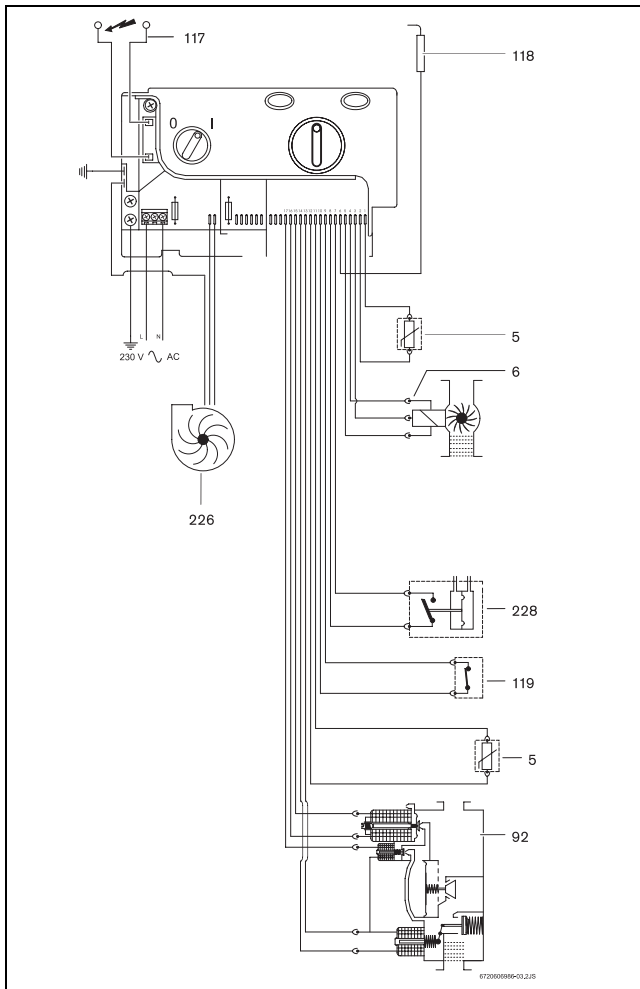
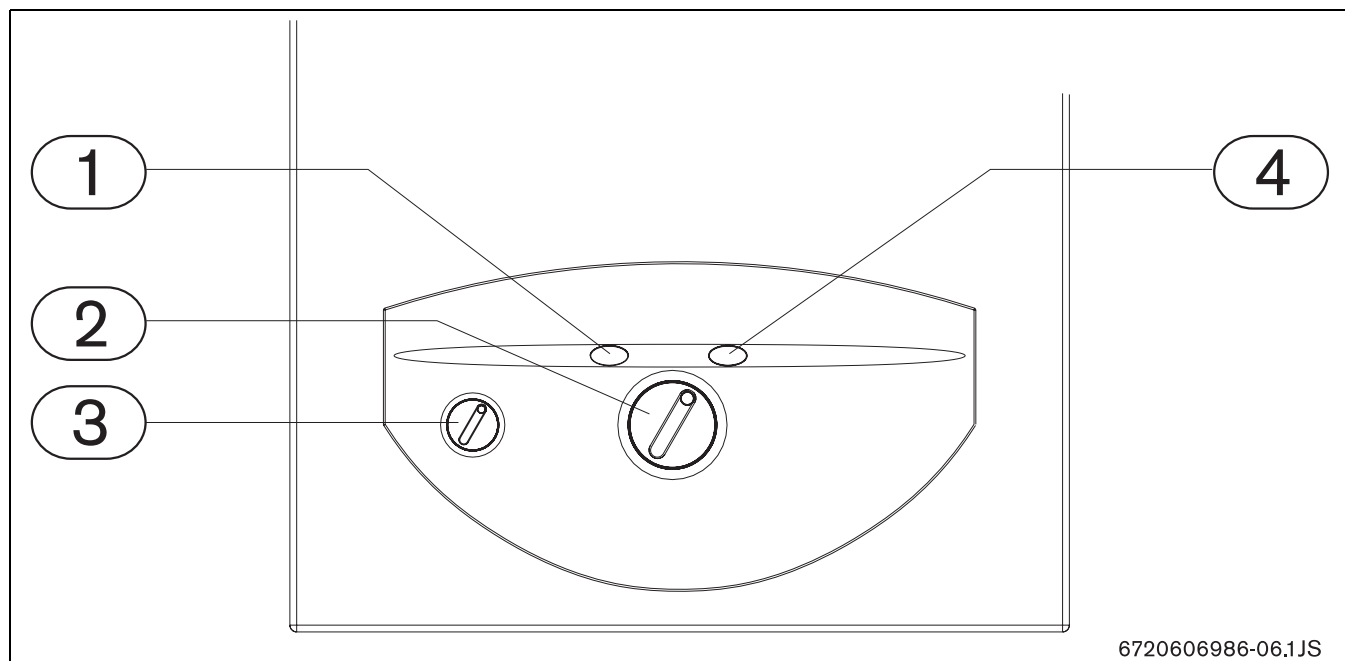

Рис. 3 Електрична схема
Рис. 7
Відчинити газовий та водяний запірні вентилі і перевірити щільність усіх гідравлічних та газових з'єднань. Переключити перемикач (Рис. 7, елемент 3) у робоче положення (розділ 3.2), після чого колонка готова до експлуатації. Як тільки буде відкрито кран гарячої води, від датчика розходу води (Рис. 3, ел. 6) надходить сигнал до електронного блоку. У наслідок сигналу:
- запальний пристрій починає виробляти іскри та, одночасно, відкривається газовий клапан (Рис. 3, ел. 92);
- електрод іонізації (Рис. 3, ел. 118) відслідковує наявність полум'я;
У випадку помилки засвілюється світлодіодний індикатор на кнопці перезапуску (Рис. 7, ел. 1). Колонку можна перезапустити тільки після того, як буде усунута проблема та натиснута кнопка перезапуску. Для визначення помилки дивитися главу 8 цієї інструкції.